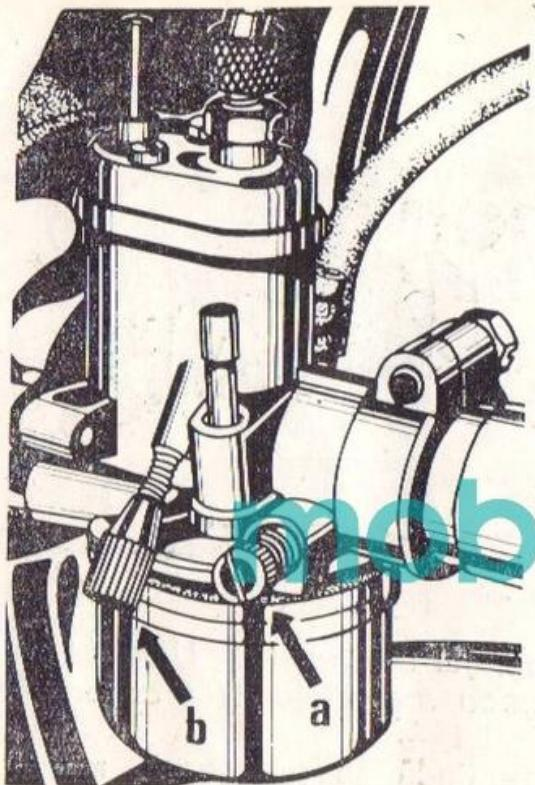

Fig. 28.
1. Pentru o poziție oarecare a șurubului de reglare a turației minime de mers în gol „b” (fig. 28), căutați poziția șurubului de aer „a” pentru care motorul se rotește cu turația cea mai mare având și un mers regulat;